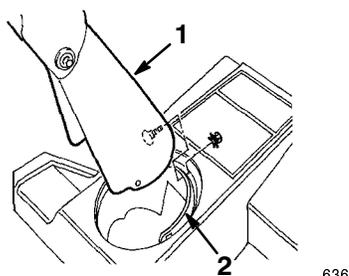

Figure 7
1. Placez l'éjecteur sur la couronne (Fig. 7).
2. Alignez les trous à l'arrière de l'éjecteur et le trou au centre de la couronne (Fig. 7).
3. Installez une vis de carrossier et un contre-écrou dans les trous centraux, en plaçant le contre-écrou à l'extérieur (Fig. 7).